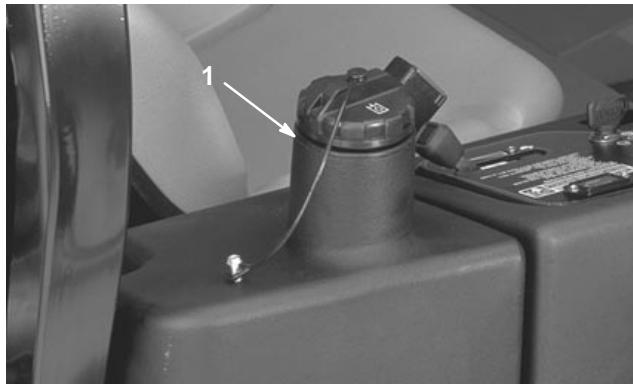

Bild 54
3. Füllen Sie den hydraulischen Behälter (Bild 54) mit ca. 13,2 l Hydrauliköl; siehe Kontrollieren der hydraulischen Anlage, Seite 19).